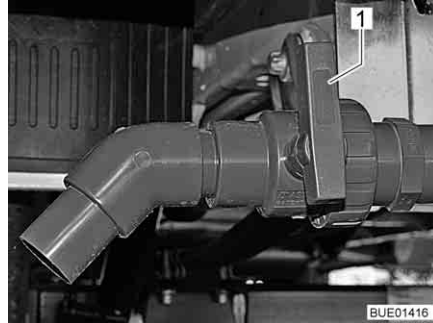

Bild 199 Avtappningskran (yttre)
- Vrid avtappningskranens handtag (Bild 198,1 resp. Bild 199,1) i flödesriktningen. Avloppsvattnet släpps ut genom en kulventil.